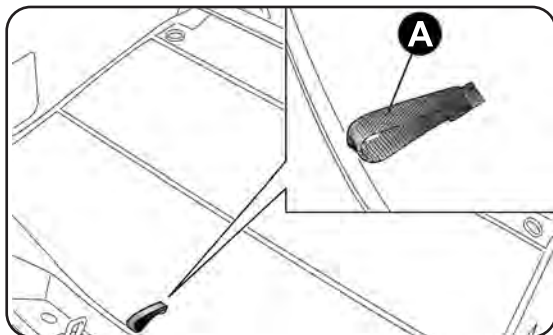

fig. 113
- apri il bagagliaio, tira la linguetta A-fig. 113 e solleva verso l'alto il tappeto di rivestimento;
- apri il bagagliaio, tira la linguetta A-fig. 113, solleva verso l'alto il tappeto di rivestimento e rimuovi lo spessore fig. 119 del vano di carico;